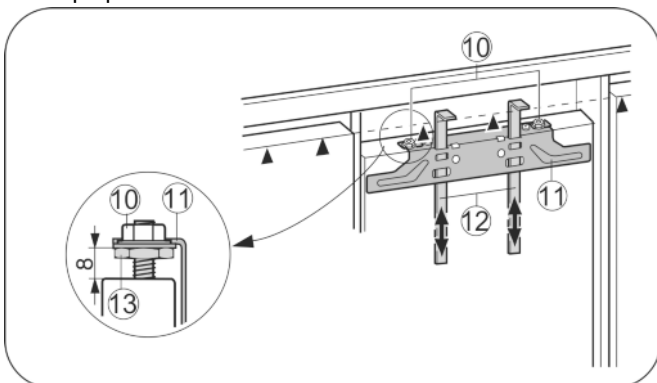

Fig. 25
- Montagehulpstukken Fig. 25 (12) op kastdeurhoogte omhoog schuiven. Onderste aanslagkant ▲ van het montagehulpstuk = onderkant van de aan te brengen kastdeur.
- Bevestigingsdwarsstrip Fig. 25 (11) via de contramoeren Fig. 25 (10) losschroeven.